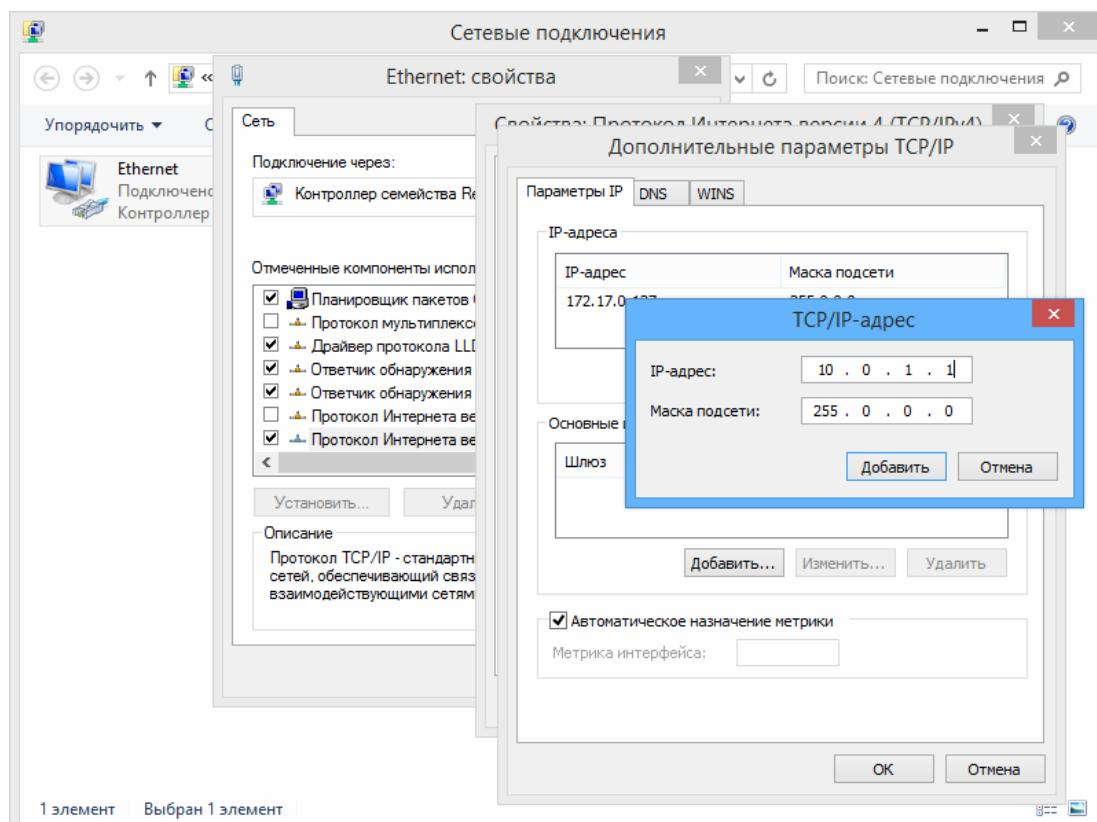

Рисунок 13. Добавление IP-адреса ПК
- Отсутствуют сетевые настройки в компьютере** – установите IP-адрес и маску подсети компьютера. Контроллер при этом должен быть подключен либо непосредственно к сетевому разъему сетевой карты компьютера, либо к тому же Hub/Switch, в который включен компьютер (см. рис. 13).